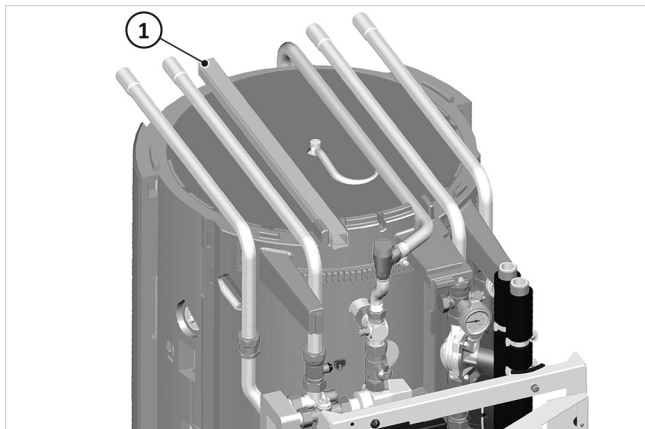

Abb. 45: Leitungsführungskanal
1. Modbus-Leitung der Verbindungsdose durch Leitungsführungskanal → Abb. 45 (1) im Deckelbereich herausführen.